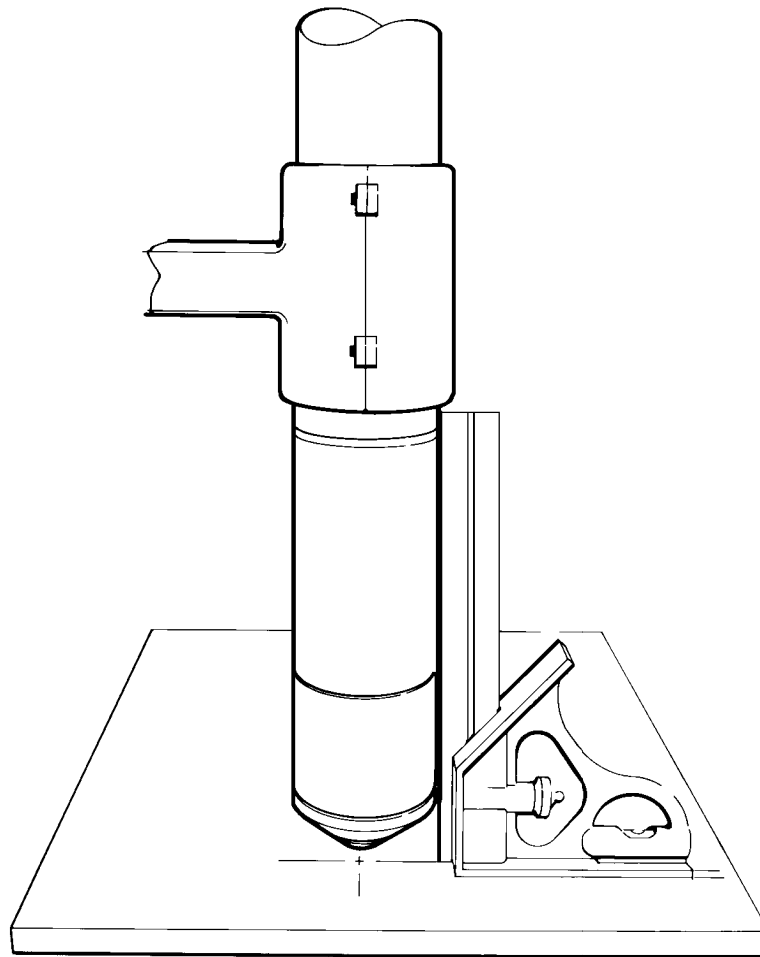

Abbildung 4-2 Brennerausrichtung
6. Den Brenner im rechten Winkel zum Werkstück anlegen, wenn Sie gerade schneiden oder den Brennerwinkel so anlegen, wie es zum Schneiden erforderlich ist. Siehe Abb. 4-2.